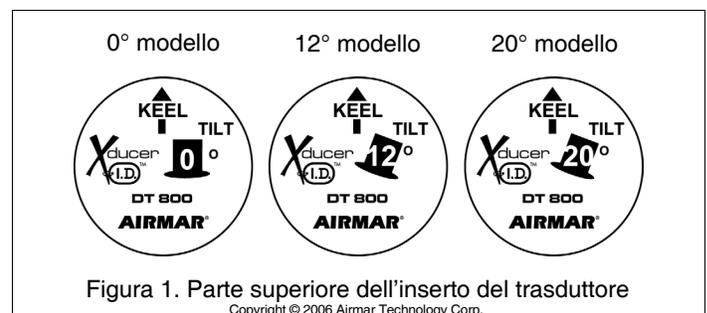
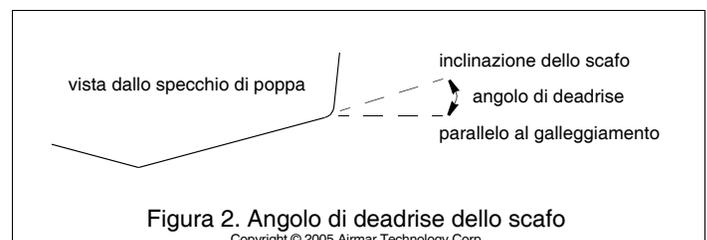

Figura 1. Parte superiore dell'inserto del trasduttore
Figura 2. Angolo di deadrise dello scafo
Verificate che l'angolo di inclinazione del vostro modello di trasduttore sia compatibile con l'angolo di deadrise dell'imbarcazione nel punto di montaggio. L'angolo di inclinazione è stampato in cima al trasduttore (vedi Figura 1). Per misurare l'angolo di deadrise del vostro scafo nel punto di montaggio scelto, utilizzate un goniometro o una livella digitale (vedi Figura 2).
6. Fate scivolare l'inserto nell'alloggiamento con la freccia in alto rivolta verso la **CHIGLIA** o la mezzeria della barca (vedi Figura 1). Verificate che l'inserto sia inserito completamente.